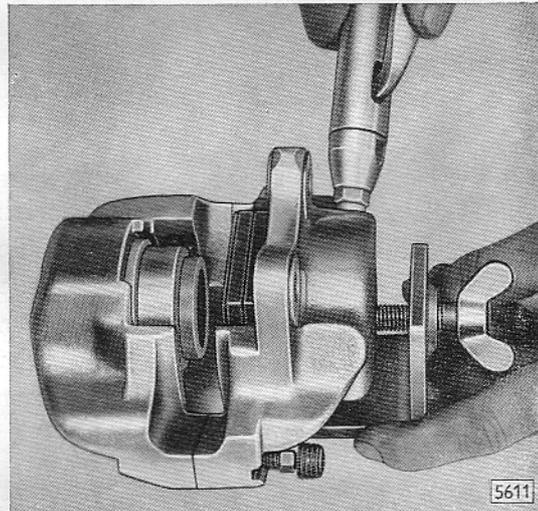
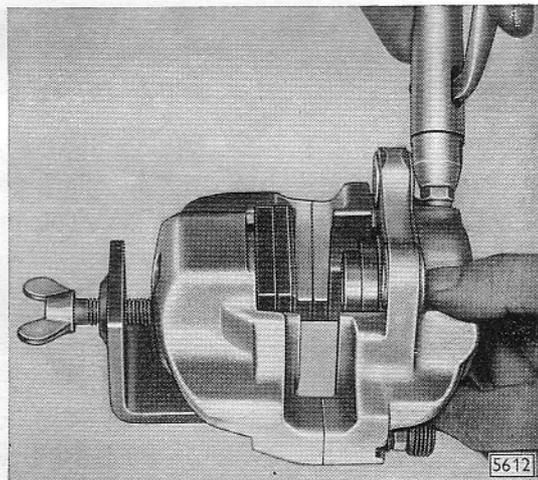

Bild B 25 - Kolben aus Deckelgehäuse des Bremsattels herauspressen
Bild B 26 - Kolben aus Flanschgehäuse des Bremsattels herauspressen
3. Kolben aus Deckelgehäuse (Bild B 25), dann aus Flanschgehäuse (Bild B 26) des Bremsattels unter Verwendung des Montagebügels S-1291 herauspressen. Um den Kolben aus dem Deckelgehäuse herauspressen zu können, ist der Kolben im Flanschge-
häuse mit dem Montagebügel nach der Anordnung in Bild B 25 zu blockieren. Zum Herausdrücken des Kolbens aus dem Flanschgehäuse Montagebügel entsprechend Bild B 26 am Deckelgehäuse ansetzen und so festspannen, daß die Gummiplatte am Bügel den Gehäusezylinder abdichtet. Preßluftschlauch zum Herauspressen der Kolben an der Anschlußbohrung für Bremsleitung am Flanschgehäuse ansetzen. Druck der Luft feinfühlig regulieren.